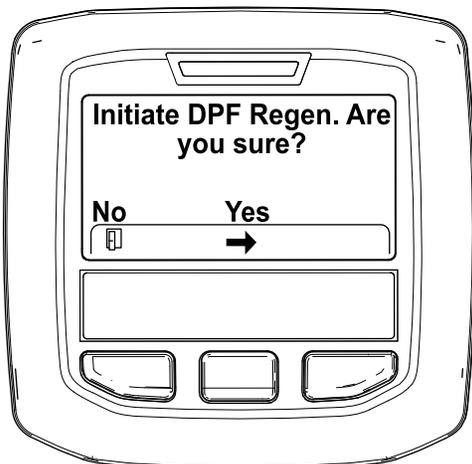

Рисунок 44
4. Когда появится сообщение «Initiate DPF Regen. Are you sure?» («Вы действительно хотите начать регенерацию DPF?»), нажмите среднюю кнопку (Рисунок 44).